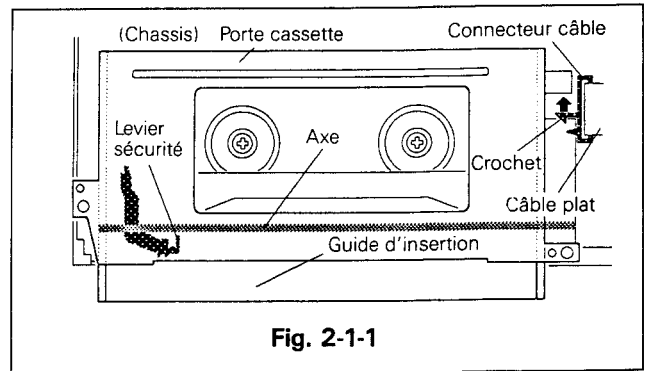

Fig. 2-1-1
#### 2-1-1 DÉMONTAGE (Voir Fig. 2-1-1 ~ 2-1-2)
- Défaire le crochet qui maintient le câble puis ôter le câble provenant du porte cassette. (Fig. 2-1-1)
#### 2-1-2 REMONTAGE (Voir Fig. 2-1-1 ~ 2-1-3)